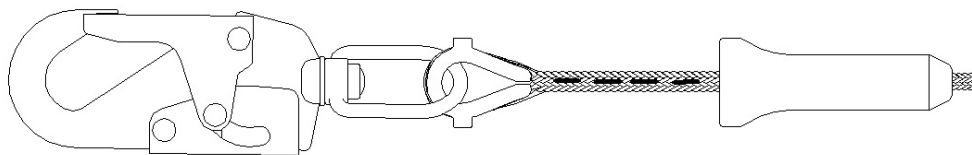

Figure 5
- Câble synthétique : vérifier le fil à coudre qui se trouve à l'intérieur de l'amortisseur et du manchon d'emboîtement de plastique. S'il est le moins endommagé, mettre le treuil hors service. Voir la figure 5.